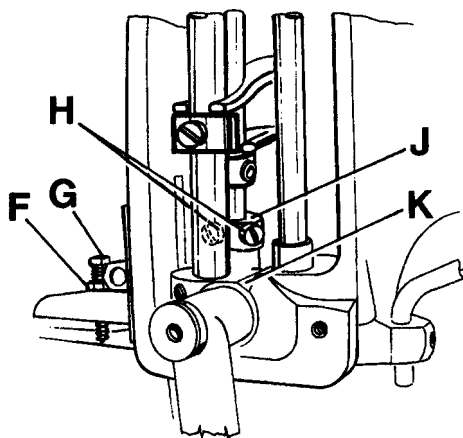
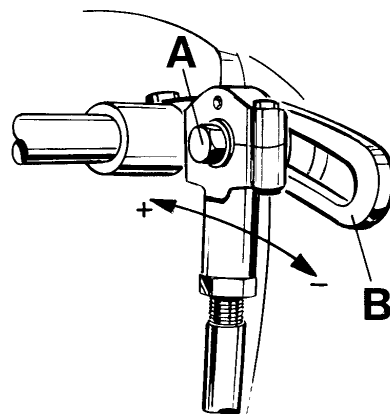

Fig. 19
Fig. 20
For setting the small gap between the feed dogs loosen nut (F, Fig. 19). Turning in screw (G) increases the gap, turning it out decreases the gap. Retighten nut (F). For matching the upper feed dog travel with the lower feed dog travel loosen screw (A, Fig. 20). Moving the ball link in the slot of rocker lever (B) to the front decreases the upper feed dog travel, moving it to the rear increases the travel. Retighten screw (A).
Para ajustar la distancia entre los dos dientes alimentadores, suelte la tuerca (F, Fig. 19). Apretando el tornillo (G) aumenta la distancia, aflojándolo disminuye la distancia. Apriete la tuerca (F) otra vez. Para sincronizar el recorrido del transporte superior con el recorrido del transporte inferior hay que aflojar el tornillo (A, Fig. 20). Moviendo la junta esférica en la ranura de la palanca de accionamiento hacia delante disminuye el recorrido del transporte superior, moviéndola hacia atrás aumenta el recorrido. Apriete el tornillo (A) otra vez.
For adjustment loosen the two screws (H, Fig. 19) and raise the supporting yoke (J) when the upper feed dog should lift more, or lower it when it should lift less. Retighten screws (H).
Para ajuste, suelte los dos tornillos (H, Fig. 19) y levante el soporte (J) cuando el diente alimentador superior deba subir más, o bájelo cuando deba bajar más. Asegure los tornillos (H).